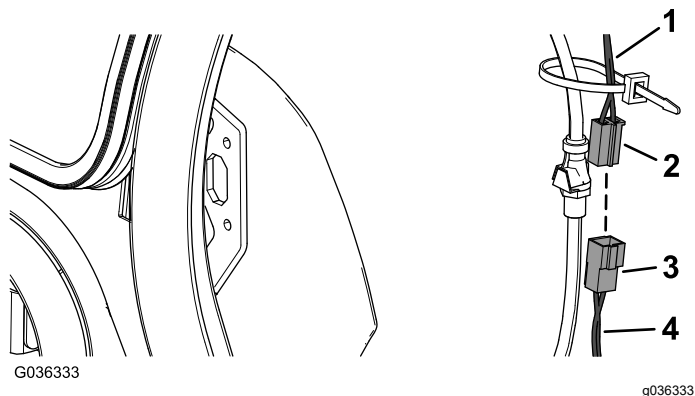

Рисунок 9
1. Подсоедините штыревой соединитель на комплектном жгуте проводов к гнездовому соединителю на жгуте проводов кабины (Рисунок 9).